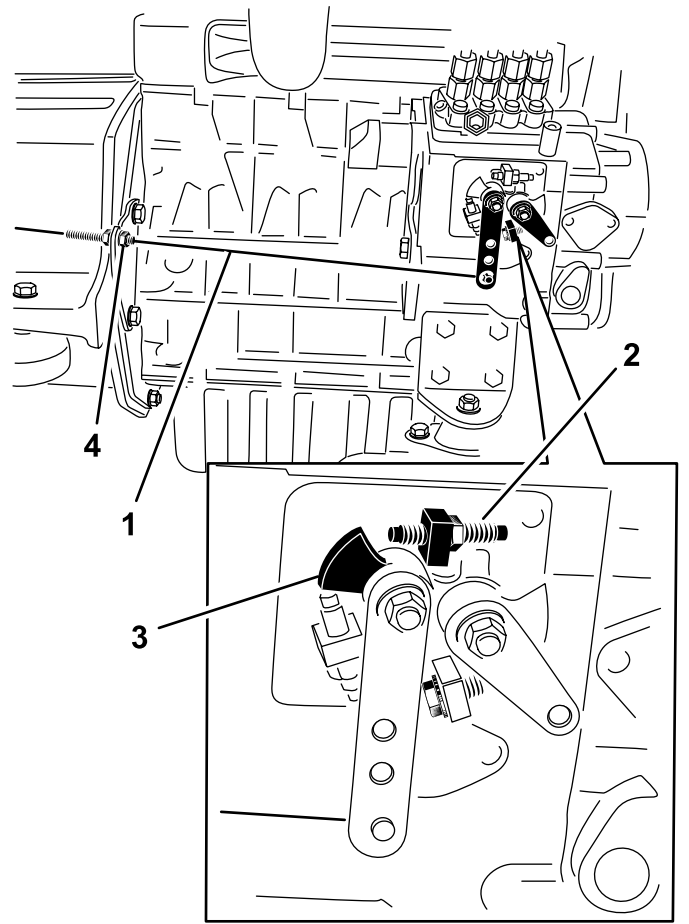

图 33
2. 检查燃油喷射泵上速度控制杆的位置。当油门控制杆位于快速卡槽位置时速度控制杆应与高速螺丝接触图 33。
3. 如果必要请调节油门控制拉索上锁紧螺母的位置直到当油门控制杆位于快速卡槽位置时速度控制杆应与高速螺丝接触图 33。